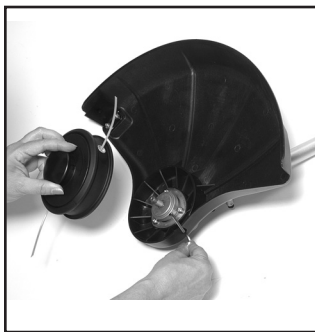

Bild 3
1. Die Montagemutter von der Getriebeabdeckung abschrauben. Die Abdeckung öffnen (Bild 3).